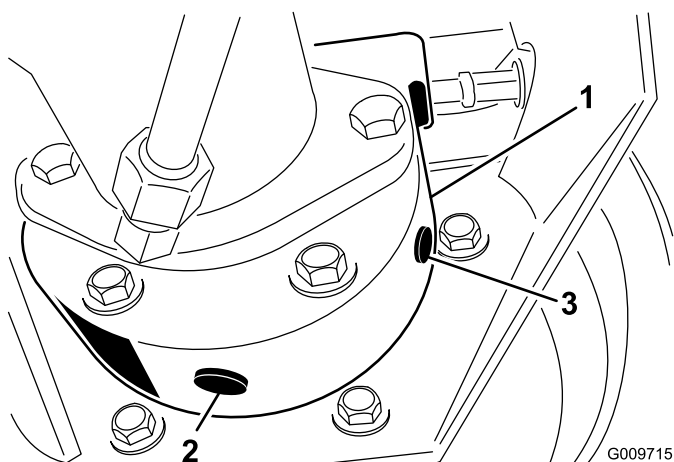

Figure 39
- Placez un autre bac de vidange sous le carter de frein de l'autre côté de la roue (Figure 39).